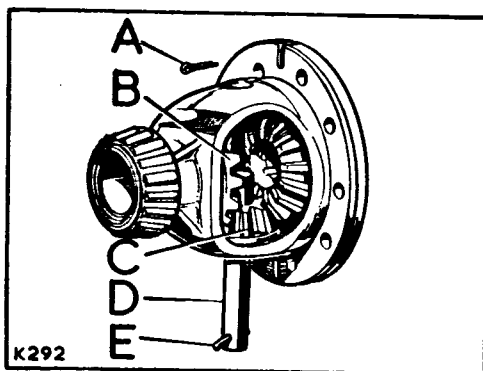

Fig. E1-57.- Eje de piñones de diferencial
- 6.02.- Introducir los satélites en la caja del diferencial y mantenerlos en posición con el eje de satélites. (Fig. E1-57).